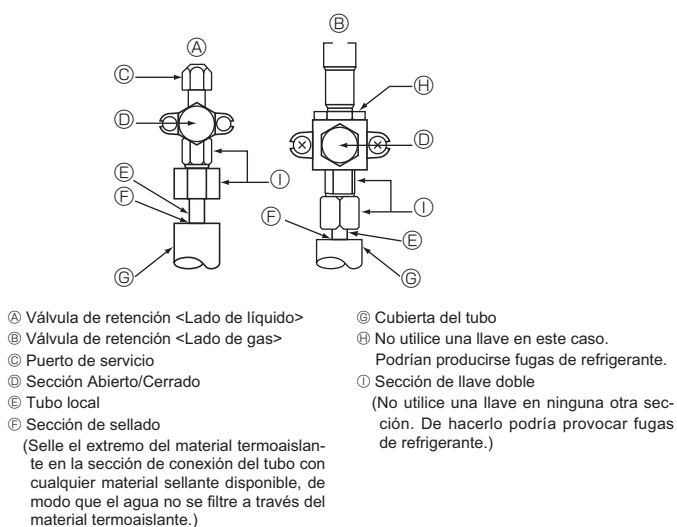

Fig. 4-5
4.4. Prueba de fuga de gas del tubo de refrigerante (Fig. 4-5)
- Asegúrese de que las válvulas de parada (A) (B) están cerradas y no las abra.
- Añada presión a las líneas de refrigerante a través del punto (C) para reparaciones de válvula de parada de líquido (A).
- Si la presión se reduce en los pasos (2) o (3), hay una fuga de gas. Busque el punto de fuga del gas.